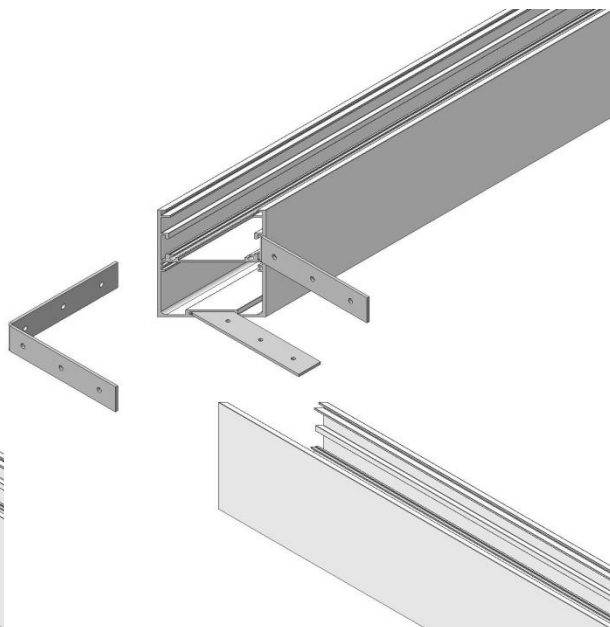

Рис.5
4. Сборку всей конструкции вести по последующей маркировке светильников Св-1, Св-2, Св-3, Св-4 и т.д. Деталь Св-2 повесить на тросах. Соединить клеммные колодки (разъемы) Св-1 и Св-2. Соединить детали Св-1 и Св-2 (Рис.5), затянуть винты на соединительных угловых планках (шестигранным ключом 2 мм).